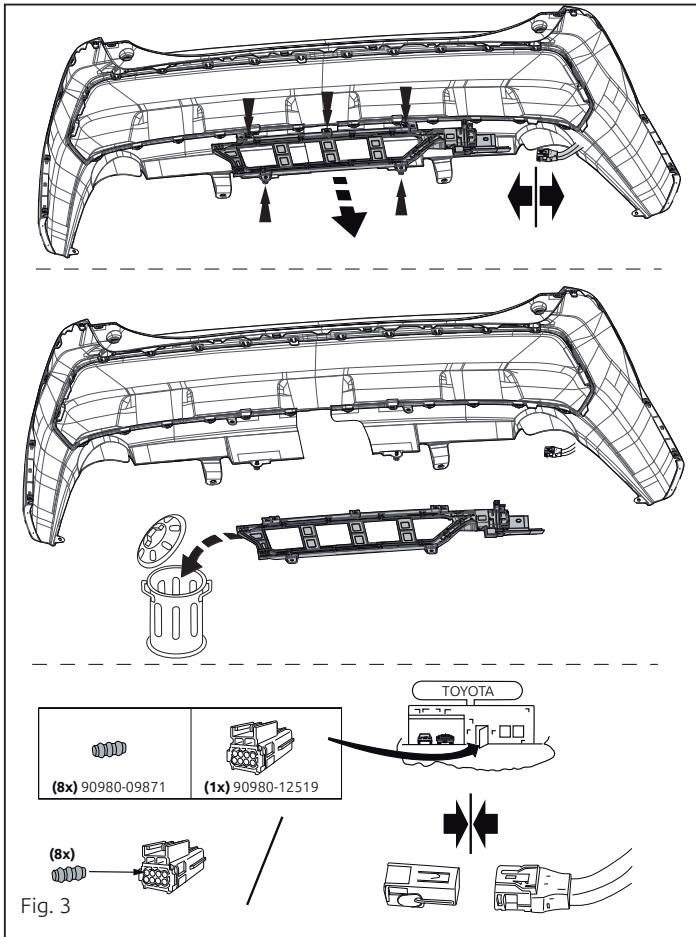

Fig. 3
10. **Внимание, если имеются:** Снять детали, указанные в рис. 3.